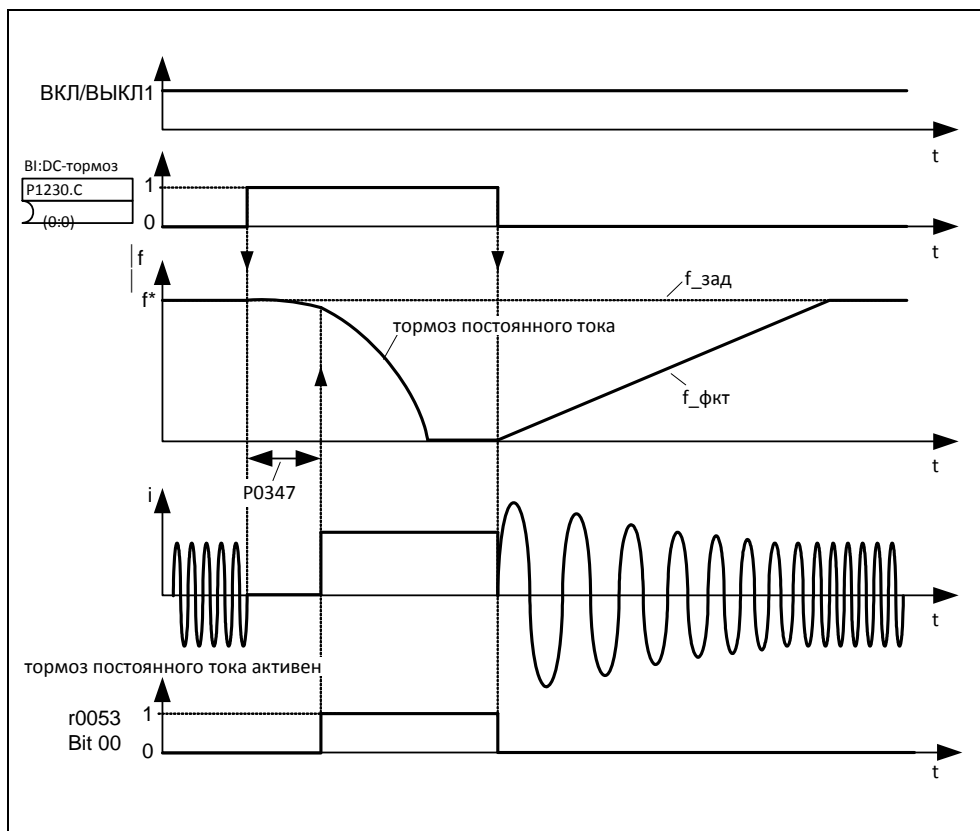

Рис. 3-74 DC-тормоз после внешнего выбора
1. Разрешение и выбор через BICO-параметр P1230 (см. рис. 3-74)